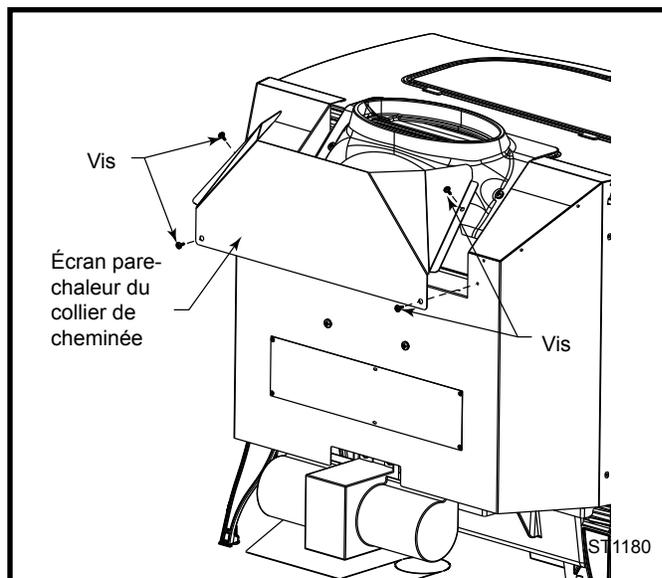

Fig. 23 Installation de l'écran pare-chaaleur du collier de cheminée.
ATTENTION : Le pare-chaaleur du collier de cheminée doit être fixé au poêle. Utiliser quatre (4) vis pour métal en feuille #10 pour visser l'écran pare-chaaleur du collier de cheminée à l'arrière du poêle. (Fig. 23)